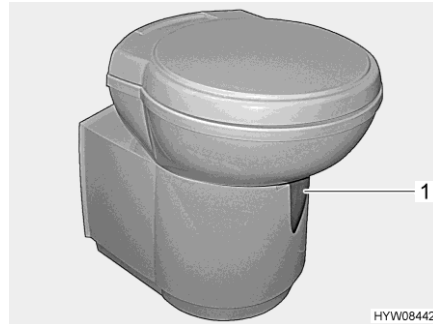

Fig. 138 WC Thetford (orientable)
- Avant d'actionner la chasse d'eau, ouvrir le curseur des toilettes Thetford. Pousser pour cela le levier du curseur (Fig. 138,1) dans le sens inverse des aiguilles d'une montre.